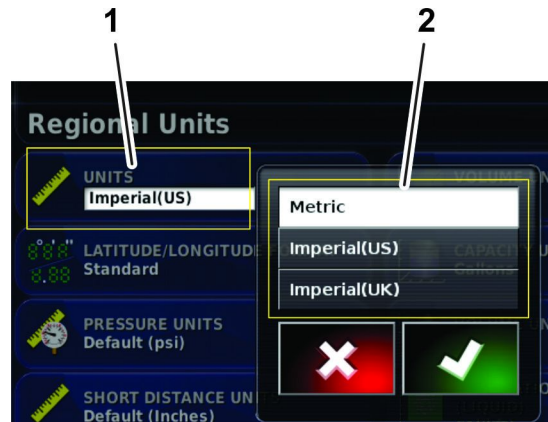

Bild 21
5. Wählen Sie die richtige Maßeinheit und Dosierung aus und tippen Sie auf das Bestätigen-Symbol (Bild 21).